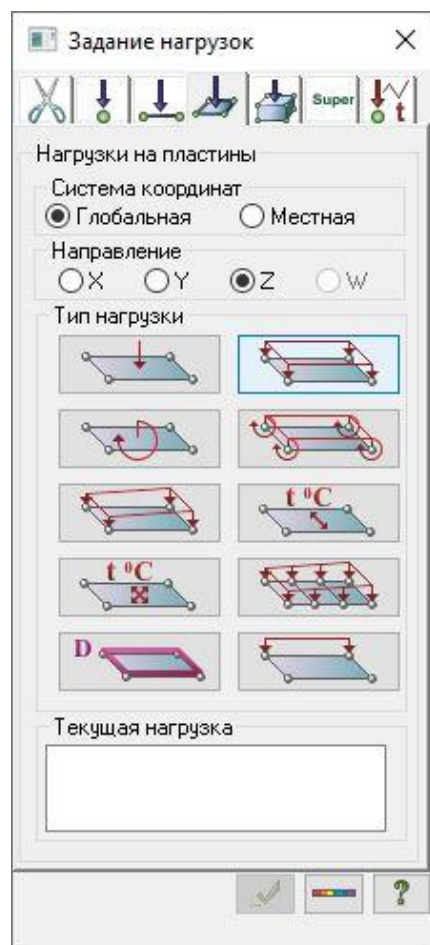

Рис.6.13. Диалоговое окно **Задание нагрузок**
- Вызовите диалоговое окно **Задание нагрузок** на закладке **Нагрузки на пластины** (рис.6.13) выбрав команду  – **Нагрузка на пластины** в раскрывающемся списке **Нагрузки на узлы и элементы** (панель **Нагрузки** на вкладке **Создание и редактирование**).